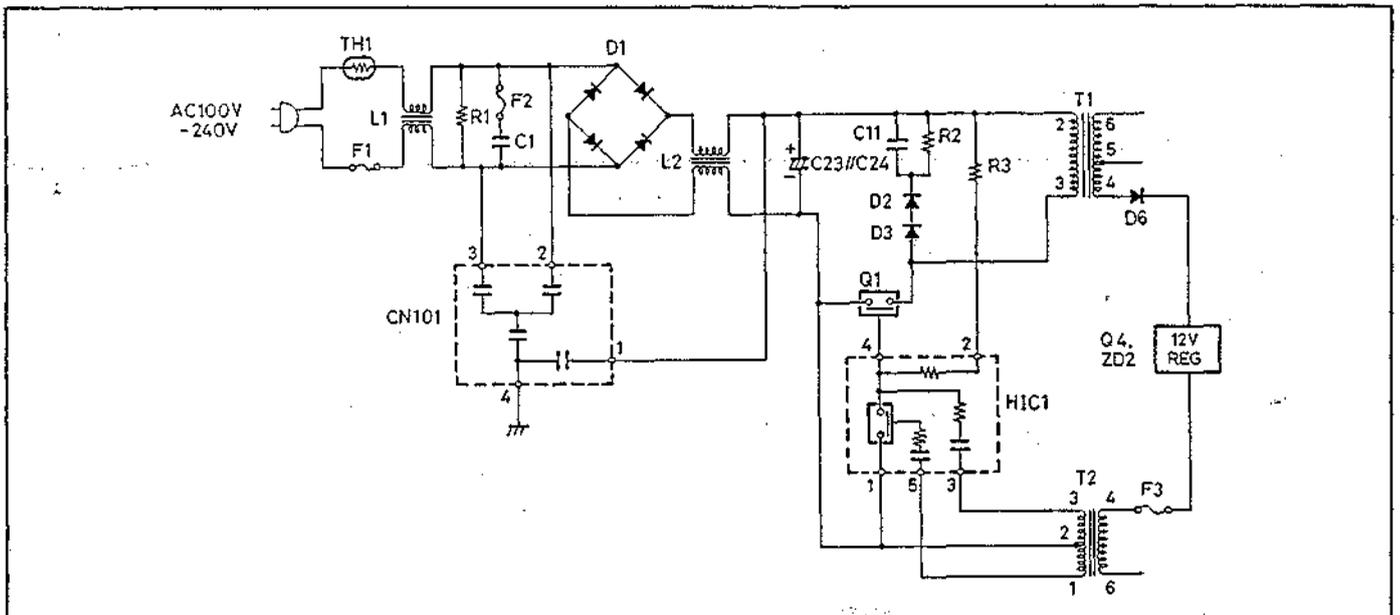

Abb. 8.1 Primärschaltung
2. Die Primärschaltung (Abb. 8.1)